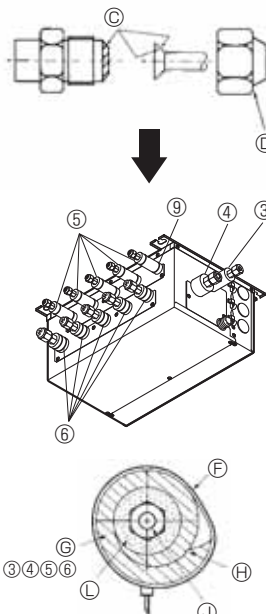

Fig. 7-2
- Ⓢ Aplique aceite de refrigeración a la totalidad de la superficie abocardada (Fig. 7-2).